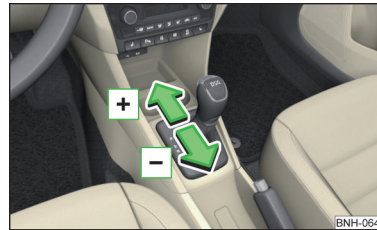

Abb. 197
- › Zum **Hochschalten** den Wählhebel nach vorn  tippen » Abb. 197.
- › Zum **Herunterschalten** den Wählhebel nach hinten  tippen » Abb. 197.